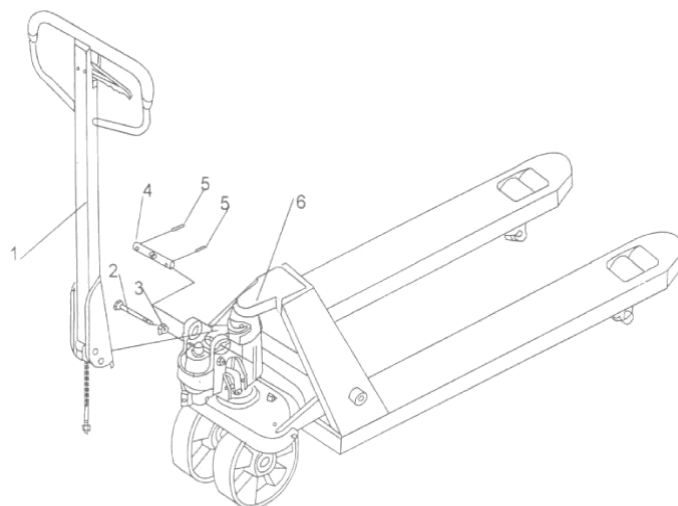

Abb. 5 Montage der Deichsel
- c) Drücken Sie die Deichsel nach unten; entfernen Sie den Stift (2, Abb. 5).
- d) Stellen Sie den Steuerhebel der Deichsel in die Position „ANHEBEN“, heben Sie dann die Hebelplatte mit dem Stift (2, Abb. 5) an und stecken Sie die Einstellschraube in den vorderen Schlitz der Hebelplatte.
- e) Verwenden Sie einen Hammer, um den zweiten Spannstift (5, Abb. 5) in das zweite Loch der Achse einführen.